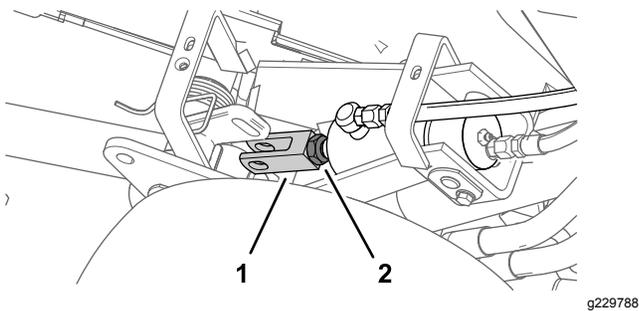

Figura 53
5. Rode a manilha até atingir a altura desejada (Figura 53).
6. Monte a união de forquilha no braço de elevação com o passador de forquilha e o pino de retenção e aperte a porca de bloqueio (Figura 52 e Figura 53).